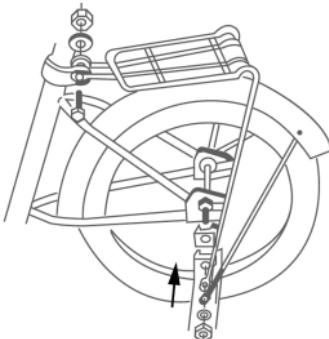

Figure 11
1. Installez les roues stabilisatrices. (Figure 11)